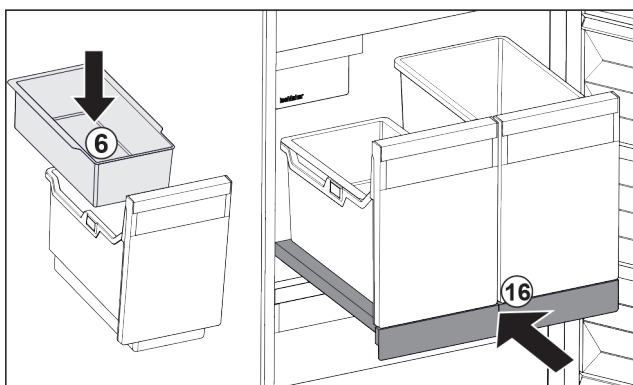

Fig. 107
- ▶ Helyezze be a jégkockák beakasztható tálcáját Fig. 107 (6).
- ▶ Tolja be a kihúzható rácsot a tárolóval (IceTower) együtt. Fig. 107 (16)